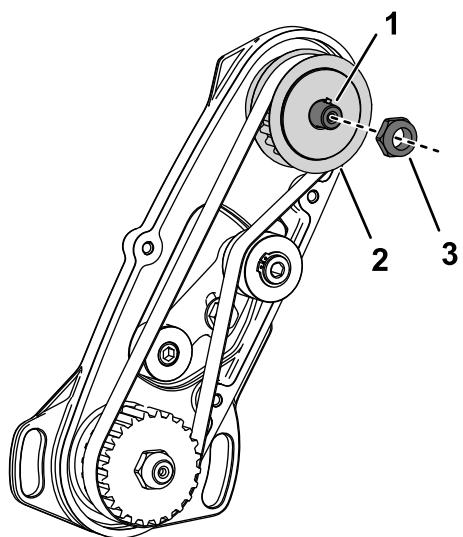

Рисунок 4
- Отверните гайку с вала привода барабана (Рисунок 4).